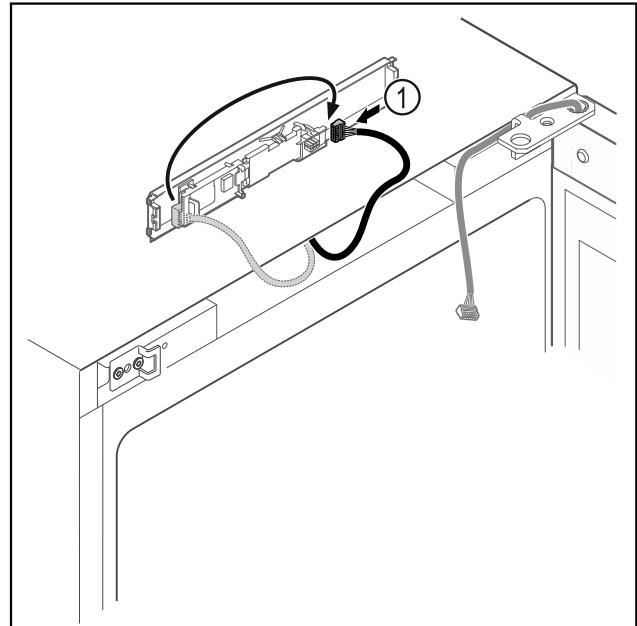

Fig. 18
- Zmeňte zapojenie zástrčky Fig. 18 (1) na doske plošných spojov.